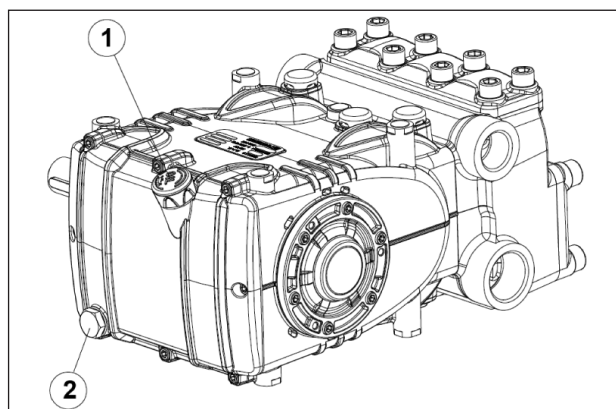

Abb. 3
Überprüfen Sie den Ölstand und füllen Sie bei Bedarf Öl über den Ölmesstab Pos. ①, Abb. 3 nach.
Die Ölstandskontrolle hat mit der Pumpe auf Umgebungstemperatur zu erfolgen, für den Ölwechsel soll die Pumpe dagegen auf Betriebstemperatur sein. Entfernen Sie dazu den Ölmesstab, Pos. ①, und anschließend den Verschluss, Pos. ②, Abb. 3.
Führen Sie einen Temperaturfühler in den Ölablassverschluss Pos. ② Abb. 3 ein.